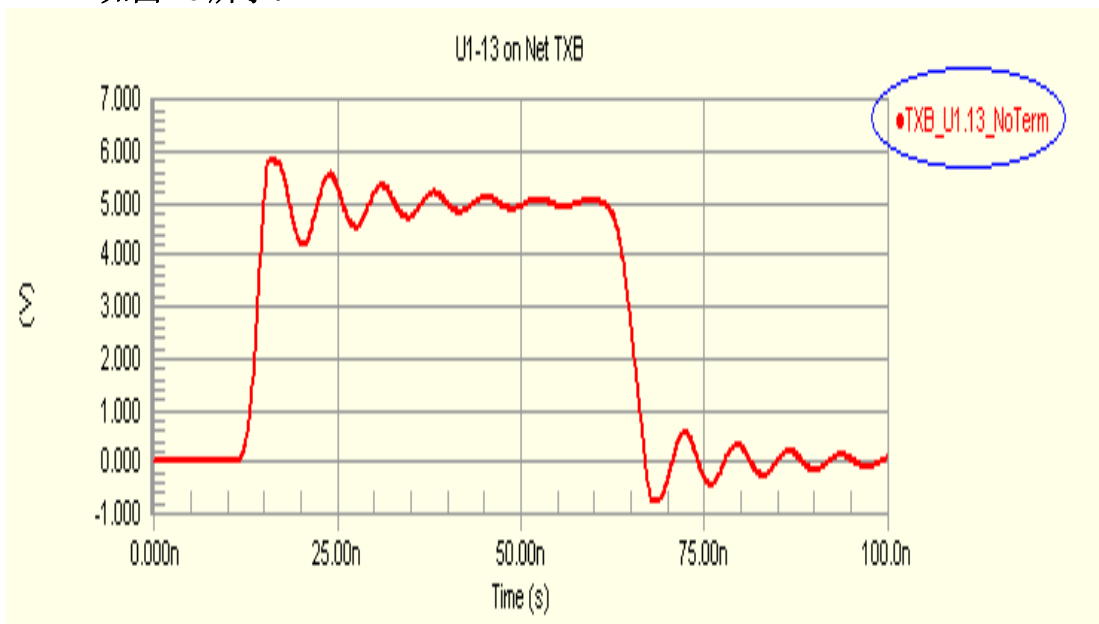
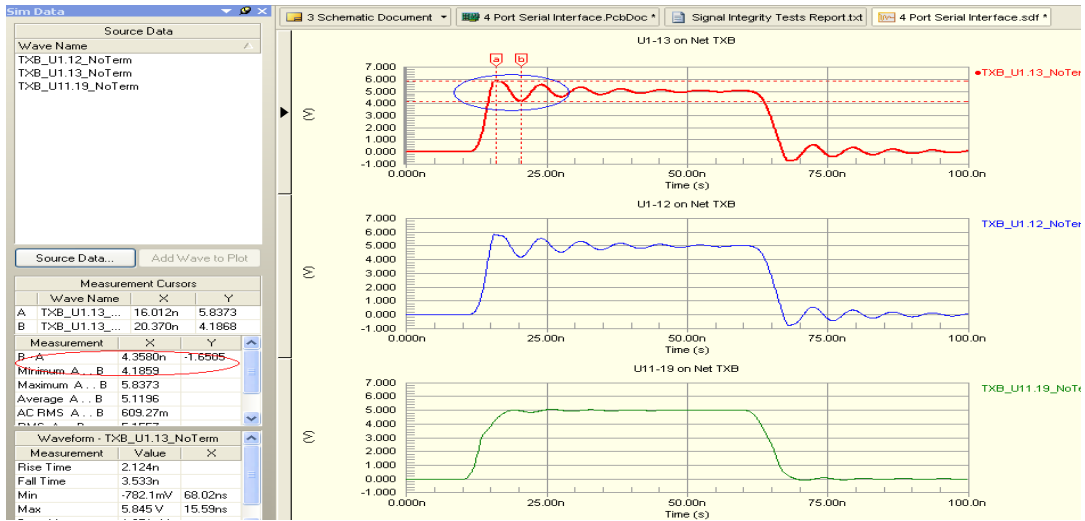

图 15
图 16
- 右键点击 **TXB_U1.13_NoTerm**,如图 15 在弹出的列表中选择 **Cursor A** 和 **Cursor B**, 然后可以利用它们来测量确切的参数。测量结果在 **Sim Data** 窗口如图 16 所示。